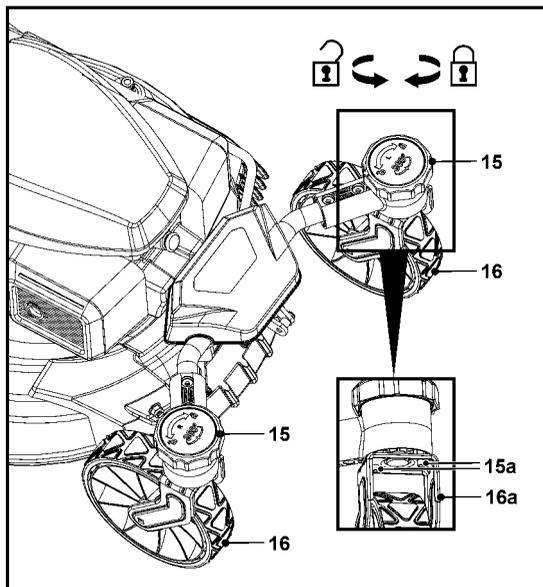

Рис. 21
Два передних колеса (16) можно блокировать, когда это необходимо пользователю (рис. 21):